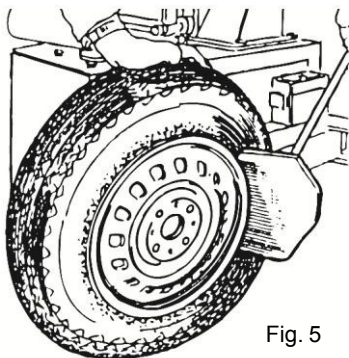

Fig. 5
- Öppna armen med spaken för hand och rulla in hjulet till önskad punkt. Tryck fälgen mot gummistödet på maskinen och placera skon (fig. 5) 10 mm från fälgen.